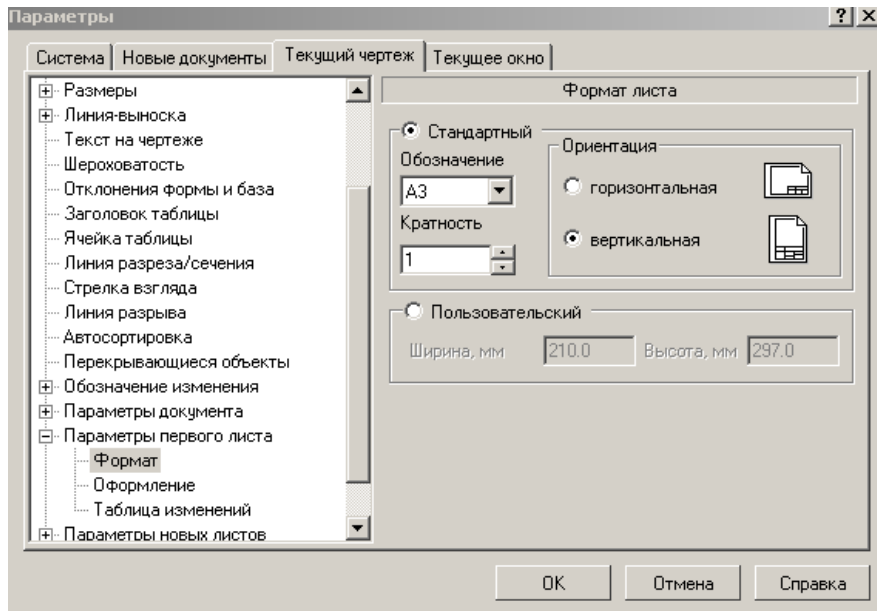

Рис. 2
• Выберите формат А3. Для этого в меню: *Сервис – Параметры – Текущий чертеж – Параметры первого листа – Формат – А3, горизонтально – ОК. Показать все* , рис. 2.